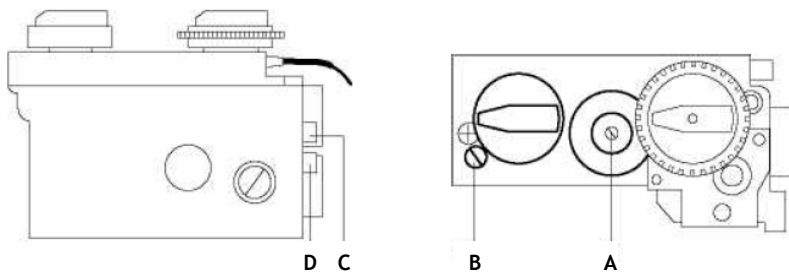

Fig. 22
- 2) Draai de meetnippel C (zie fig. 22) enige slagen open en sluit eenmeetslang aan.